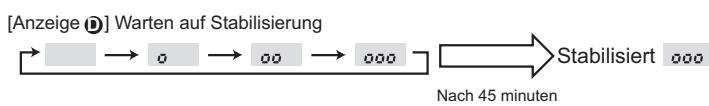

Fig. 8-3
- ③ Drücken Sie zur Bestätigung der Einstellung die **FILTER** -Taste. (Fig. 8-3)